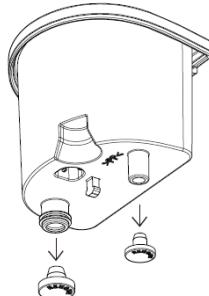

Рисунок 1
3. Зніміть герметичну кришку з нового картриджка проти накипу (рис. 1).
2. Зніміть герметичну кришку з нового картриджа проти накипу (рис. 1).